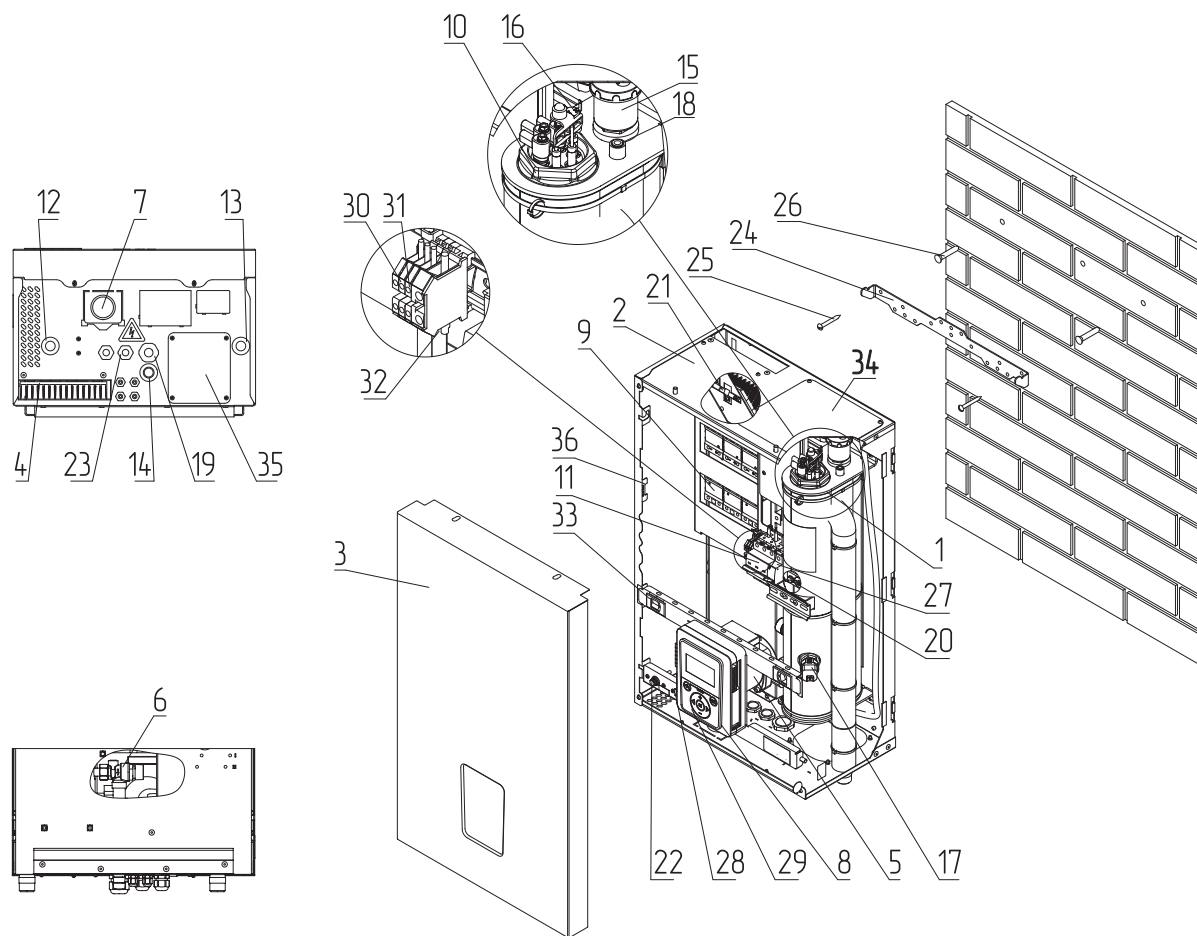
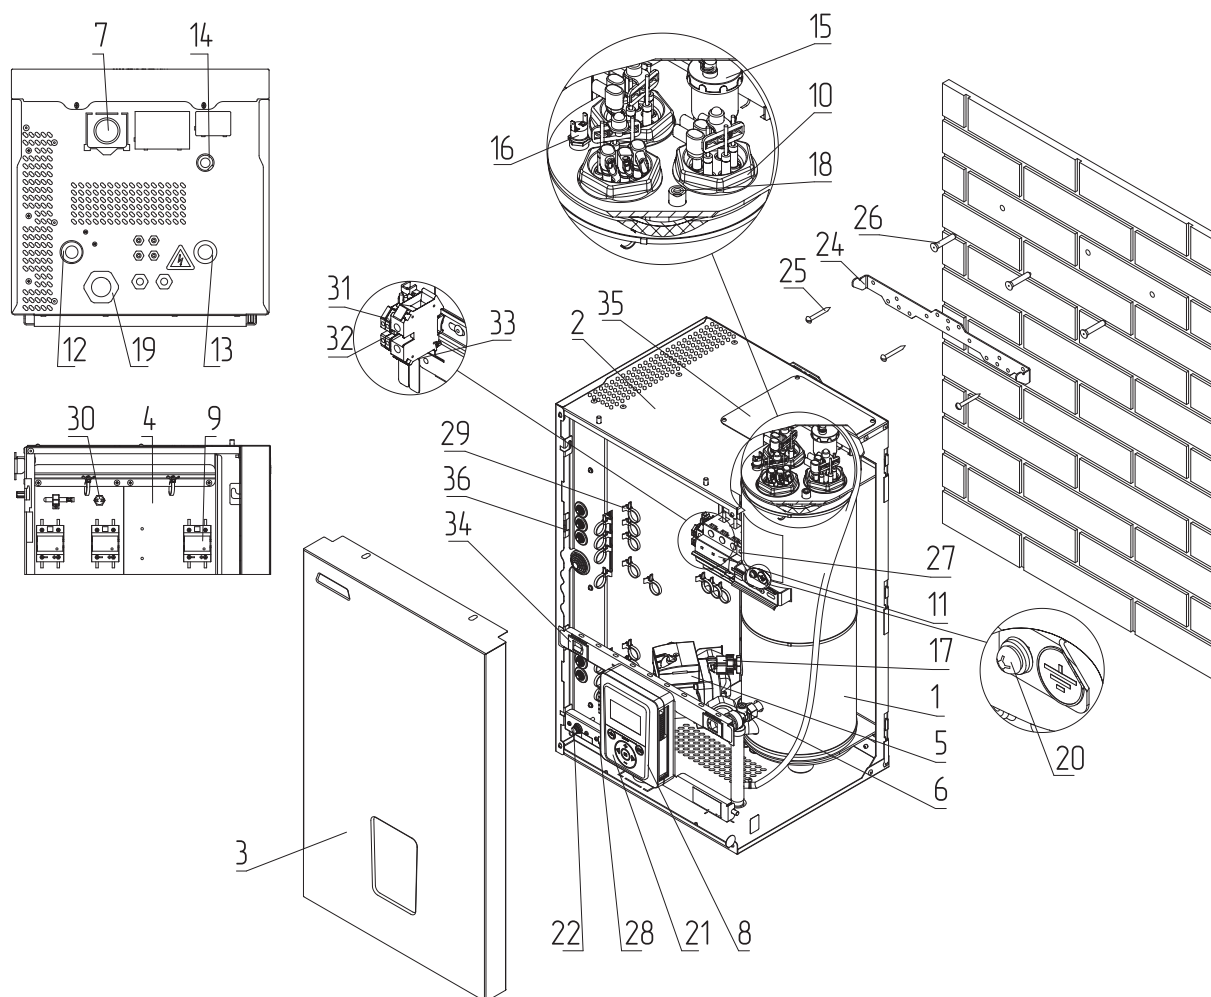

Рис. 3 Устройство котла ZOTA MK-X Plus 6-24 кВт
Рис. 4 Устройство котла ZOTA MK-X Plus 30-42 кВт
Закрепите настенный кронштейн на вертикальной поверхности в необходимом месте с помощью шурупов, входящих в комплект, и установите на него котел, как показано на **Рис. 3, Рис. 4**;
- Извлечь перемычки (Рис. 3, Рис. 4, поз. 32);
- Подключить провода фазы «L» к колодке (Рис. 3, Рис. 4, поз. 30);
- Подключить провода нейтрали «N» к колодке (Рис. 3, Рис. 4, поз. 31).
- Включить вводной автомат (Рис. 3, Рис. 4, поз. 11) вместе с расцепителем в верхнее положение;
- Перевести выключатель (Рис. 3, Рис. 4, поз. 28) в положение ВКЛ;